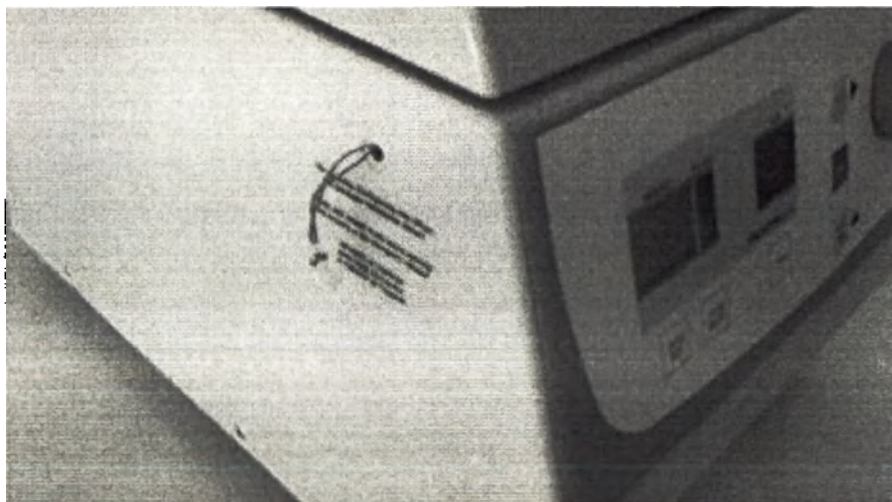

Рис. 28
2. На левой стенке корпуса центрифуги находится отверстие, закрытой пластиковой заглушкой (см. рис. 28). К заглушке прикреплен шнур, соединенный с электромеханическим замком крышки.